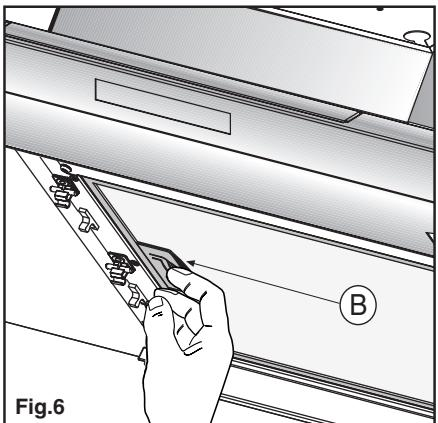

Fig.6
• Prima di procedere con le operazioni di montaggio, per una più facile manovrabilità dell'apparecchio disinserire il filtro antigrasso B (Fig.6).
Tirare la maniglia **B** come indicato in fig. 6.
Tirare la maniglia **B** come indicato in fig.6.